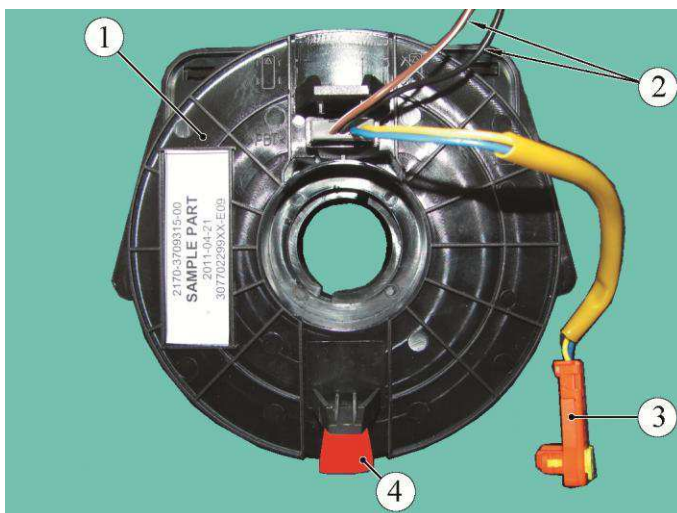

Рисунок 4 – Соединитель с устройством вращающимся:
5.4 Соединитель с устройством вращающимся, рисунок 4, в части СНПБ предназначен для электрического соединения модуля надувной подушки безопасности водителя, расположенного на рулевом колесе, с электропроводкой автомобиля.